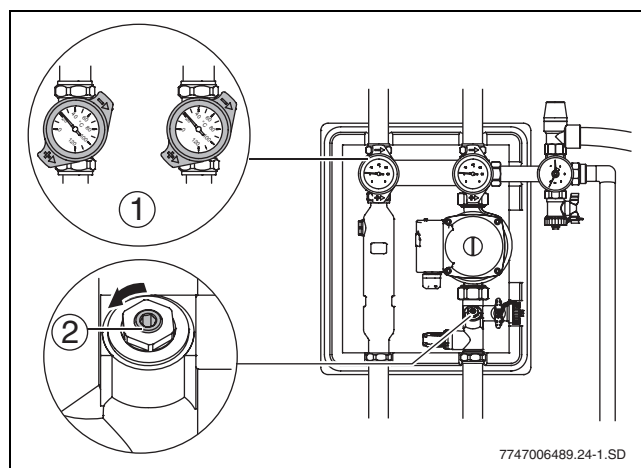

Fig. 26 Dispositifs d'arrêt ouverts.
- Placer les robinets (→ figure 26, (1)) des thermomètres sur 45° et ouvrir le limiteur de débit (→ figure 26, (2)) ainsi que d'autres dispositifs d'arrêt.